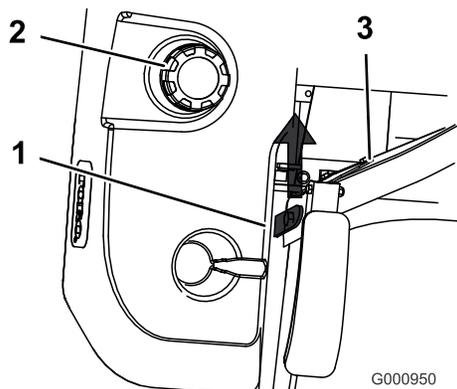

Figura 27
- Levante el asiento. Esto le permitirá acceder a la parte de la máquina que queda por debajo del asiento (Figura 27).